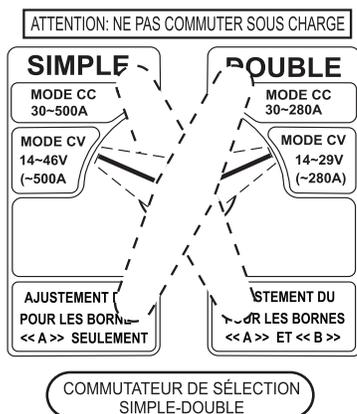

Figure 47. Sélecteur simple-double
2. Placer le sélecteur de Mode de soudure (Figure 47) en position **simple** ou **double**. Sélectionner le mode CV soit 14~40V/simple soit 14~29V/duel.